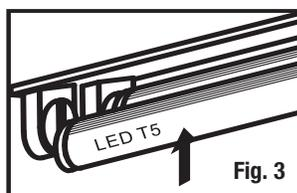

Fig. 3
- Bring the LED lamp to the luminaire and insert lamp pins into the luminaire lamp holders (Fig. 3).
- Apporter la lampe LED au luminaire et insérer les broches de la lampe dans les supports de la lampe du luminaire (Fig. 3).